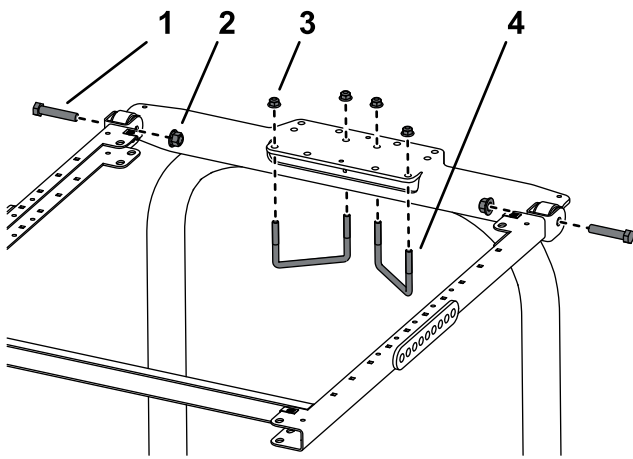

Bild 43
1. Befestigen Sie die Befestigungshalterung des Überrollschutzes an der Oberseite des Überrollbügels des Sprühfahrzeugs (Bild 43).
2. Befestigen Sie den Rahmen an der Befestigungshalterung des Überrollschatzes (Bild 43).
3. Befestigen Sie die Befestigungshalterung des Überrollschatzes mit zwei U-Bügeln ($4\frac{7}{8}$ " x $2\frac{3}{4}$ ") und vier Bundmuttern in den in Bild 43 abgebildeten Befestigungslöchern an der Oberseite des Überrollbügels.